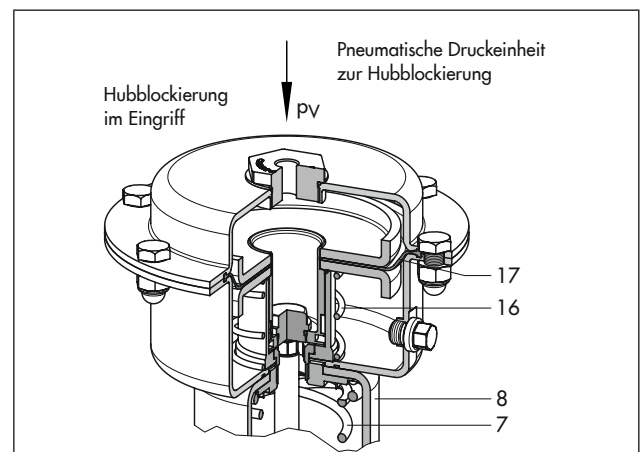
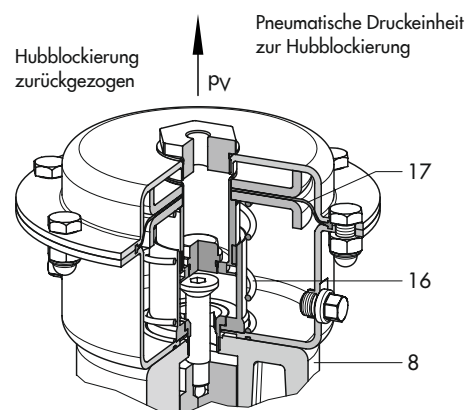

Bild 5.1: Pneumatische Hubblockierung: Typ 2371-10/-11
Bild 5.2: Pneumatische Hubblockierung: Typ 2371-10/-11
Pneumatische Hubblockierung (vgl. Bild 5.1 und Bild 5.2)
Damit das Ventil wieder in Regelfunktion geht, ist lediglich der Druck $p_v = 1$ bar zurückzunehmen. Die Rückzugfeder (16) zieht die Stelleinheit zurück, sodass die Kegelstange wieder für die Regelung frei beweglich ist (vgl. Bild 5.2).
Damit das Ventil wieder in Regelfunktion geht, ist lediglich der Druck $p_v = 6$ bar zurückzunehmen. Die Rückzugfeder (16) zieht die Stelleinheit zurück, sodass die Kegelstange wieder für die Regelung frei beweglich ist (vgl. Bild 5.2).